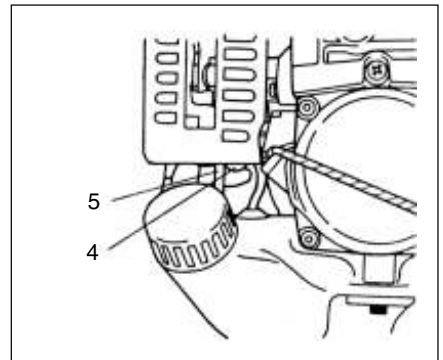

Fig.2-2C
*Push priming bulb (4) several times so that fuel flows through return pipe (5) (if so equipped)(Fig. 2-2C)
2. With the safety trigger (2) pressed (if so equipped), pull throttle trigger and push throttle lock (3), then slowly release the throttle trigger first, then the safety trigger. This will lock the throttle in starting position.
*Presser la poire d'amorçage (4) (Si la machine en est munie) à plusieurs reprises pour que le carburant puisse s'écouler de la poire dans le tuyau de retour (5) (Fig. 2-2C)
2. Tout en appuyant sur le bouton de blocage de gâchette de commande des gaz (2) (si elle en est munie), presser la commande des gaz et repousser le bouton de blocage de la commande des gaz (3). Relâcher ensuite lentement la commande des gaz en premier, puis le bouton de blocage de la gâchette de commande des gaz. Ceci verrouillera le papillon de commande des gaz sur la position de démarrage.
* Premere ripetutamente il bulbo (4) della pompa di pescaggio per far affluire la miscela al carburatore attraverso il tubo di ritorno (5). (se la macchina ne é fornita) (Fig. 2-2C)
2. Premendo sul salvavita (2) (se la macchina ne é fornita), tirare la leva dell'acceleratore e premere il pulsante di bloccaggio acceleratore (3), quindi rilasciare lentamente prima la leva dell'acceleratore e poi il salvavita. La leva dell'acceleratore rimane così bloccata in posizione di avviamento.